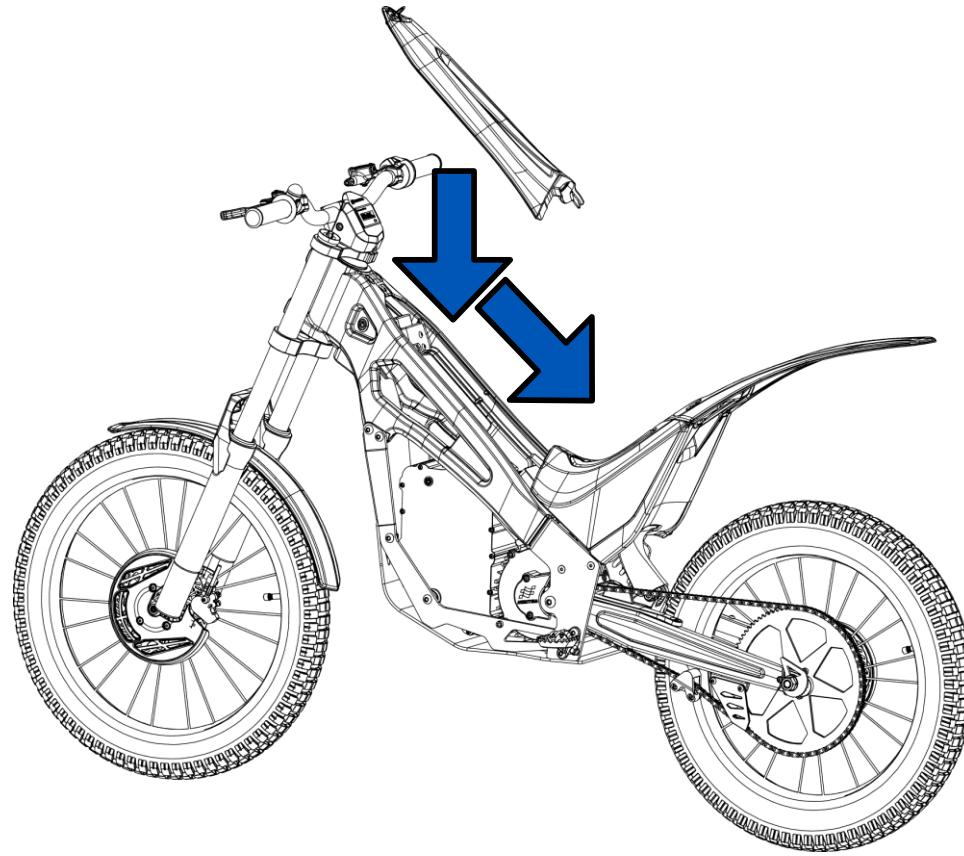

Fig. 42
- 6- A continuación, debe acoplar de forma correcta la carcasa superior en el bastidor (Fig. 42).